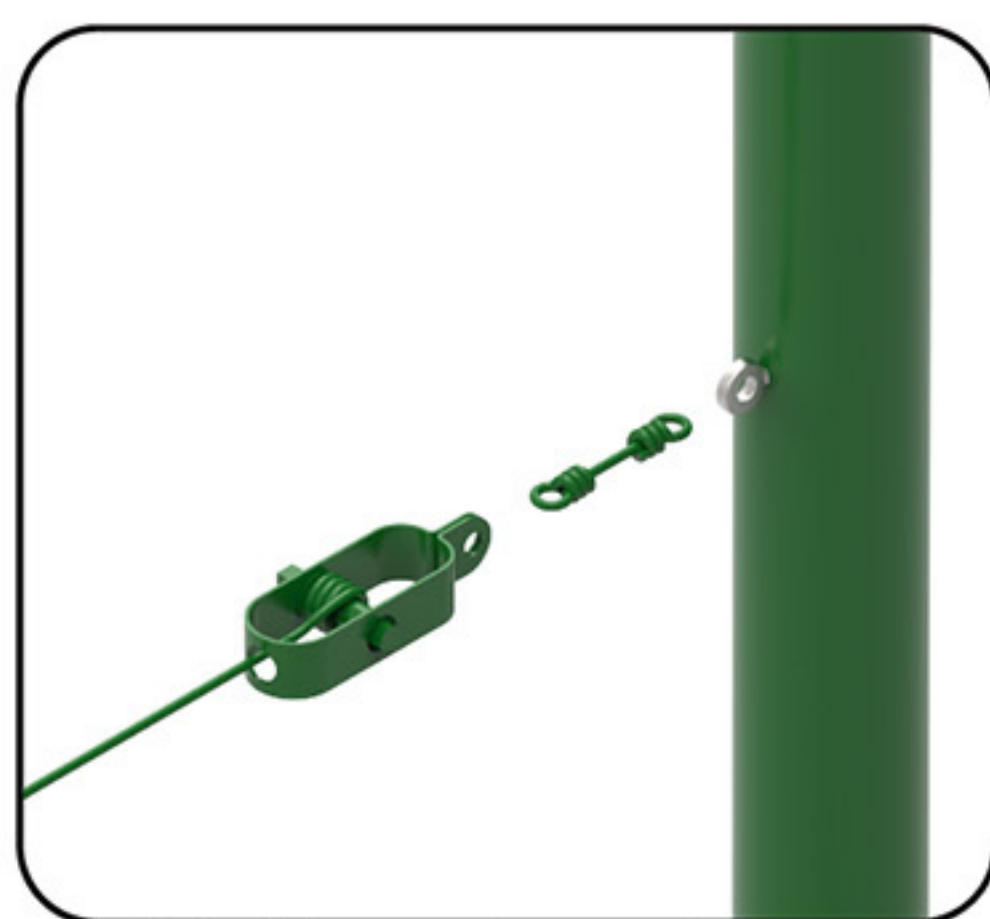

fig.1 : Raidisseur + Anneaux.
1) Fixer les raidisseurs sur les anneaux (voir fig.1).